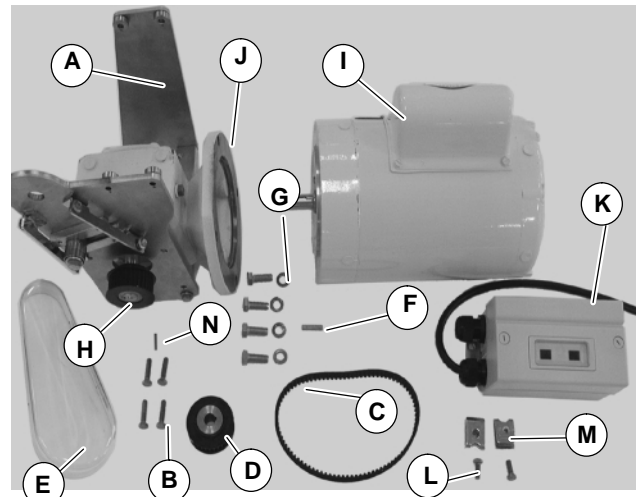

Abbildung 2
1. Bauteile zusammentragen (Abbildung 2).